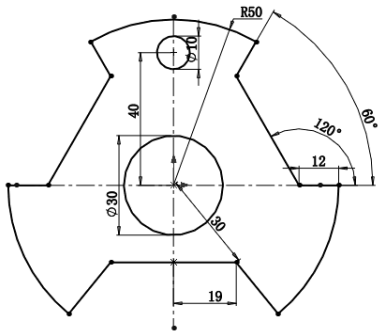

图 2-114 绘制草图 2
7) 绘制草图 2。选择菜单栏中的“工具”→“草图工具”→“圆”命令，或者单击“草图”控制面板中的 $\odot$ （圆）按钮，绘制直径分别为 10 和 30 的圆，并单击 $\text{Ctrl}+\text{I}$ （智能尺寸）按钮，确定位置尺寸，如图 2-114 所示。